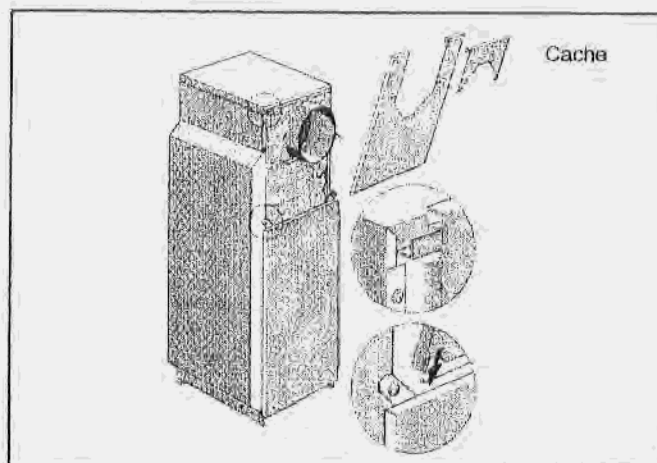

Fig. 24
- Placer le pas de la paroi avant supérieure sur la paroi avant inférieure, de sorte que son arête vienne se placer juste derrière celle-ci et l'accrocher, au-dessus, dans l'arête du capot (fig.24).
- Placer le cache dans la rainure horizontale de la paroi avant supérieure et l'accrocher, au-dessus, au capot (fig.24).